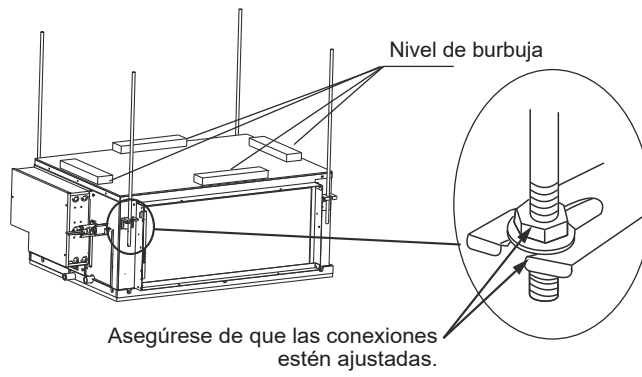

Figura 8
3. Utilice un nivel de burbuja para verificar que el cuerpo de la unidad está nivelado (incline el cuerpo de la unidad hacia abajo hacia el lado de drenaje), como se muestra en la Figura 8.